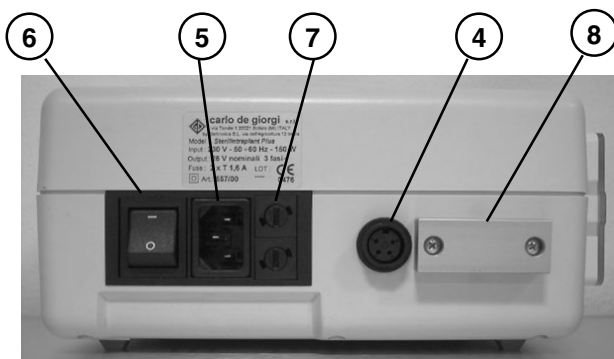

Fig. 2
En se référant à la figure 2, raccorder la pédale au connecteur (4), toujours en branchant la fiche et en tournant le collier.
Enfin, enfiler la fiche d'alimentation dans la prise de courant en raccordant (voir fig. 2) le côté appareil à la fiche (5) présente à l'arrière ; cette même figure montre l'interrupteur général (6) et le double fusible de protection (7).